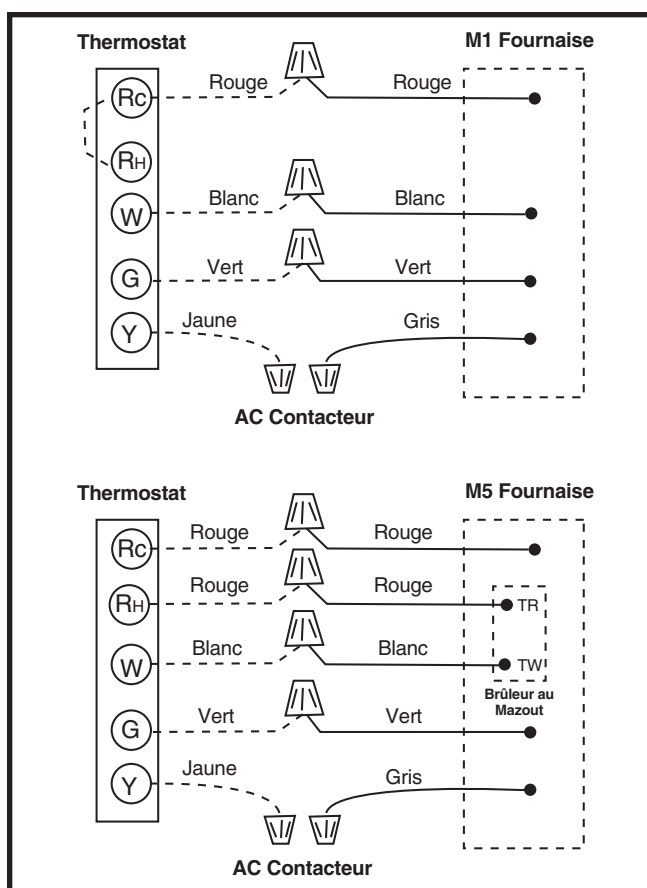

Figure 25. Câblage du thermostat pour les modèles prêts à la climatisation
Il faut maintenir la polarité de tension de ligne appropriée afin que le système de commande fonctionne correctement. Vérifiez que la ligne neutre entrante est raccordée au fil blanc et que la ligne sous tension entrante est connectée au fil noir. La fournaise ne fonctionne pas si la polarité et la mise à la terre sont mal branchés, comme indiqué dans la Figure 25 (page 14).
2. Branchez les fils du thermostat aux bornes basse tension du générateur d'air chaud (selon l'application à l'installation). Consultez la Figure 25 (page 14).
- Pour les modèles M1 : La borne RH du générateur d'air chaud n'est pas branchée; la borne RC du générateur d'air chaud se branche au thermostat. Voyez la Figure 25 (page 14).